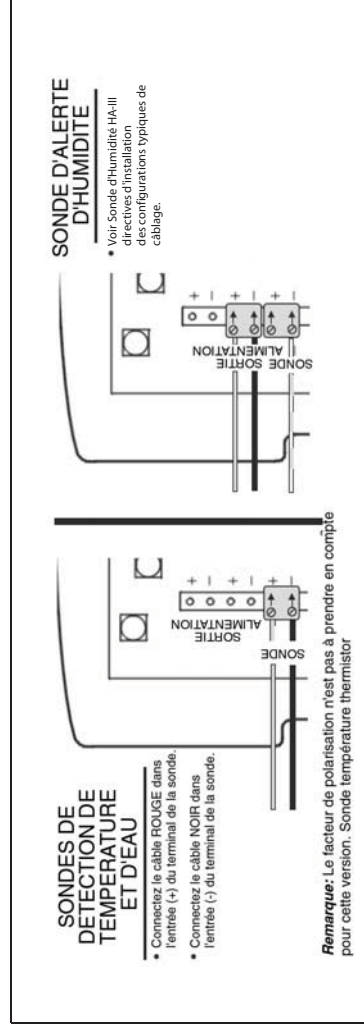

Figure 7. Connexions des sondes de l'EA200/EA400
3. En utilisant l'adaptateur TB inclus avec la sonde, reliez les fils de la sonde au connecteur approprié ENTREE SONDE (+) et (-) sur le l'en-tête de la carte EA200/EA400 suivant les indications du Figure 7. Lorsqu'applicable, respectez les polarités.